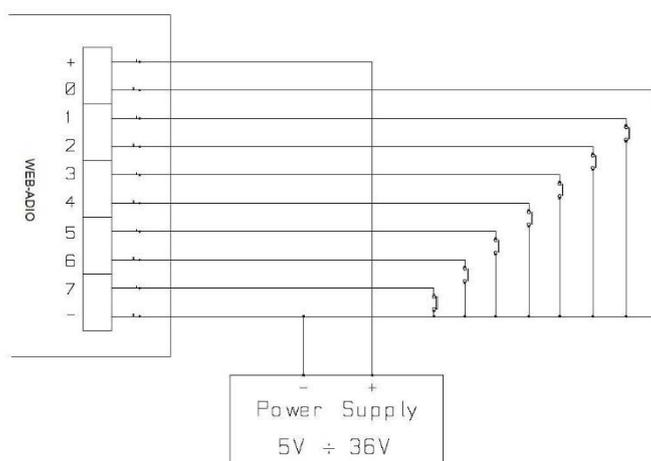

Figura 3a: schema implementazione ingressi: rilevazione della pressione di un tasto o di un'uscita open collector.
-Figura 3a: nel caso in cui gli ingressi debbano rilevare la pressione di un pulsante oppure un'uscita open collector.